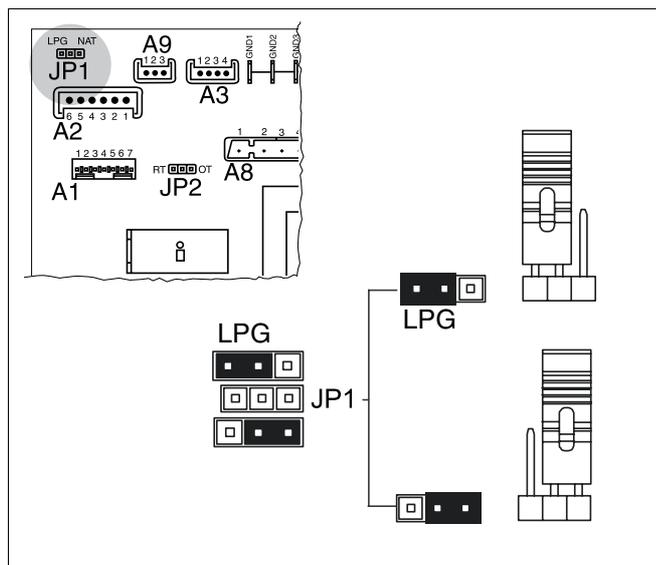

Fig. 41 Cambiamento da metano a gas liquido
- Innestare il Jumper JP1 (fig. 41) sul circuito stampato di regolazione, in posizione "LPG".